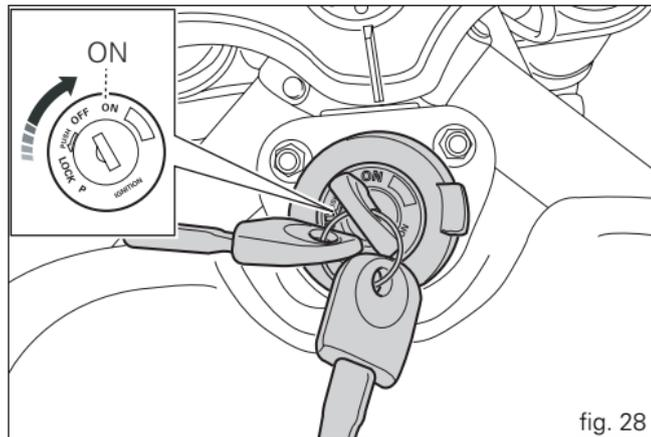

fig. 28
- 1) Spostare l'interruttore d'accensione sulla posizione ON (fig. 28). Verificare che la spia verde N e quella rossa  sul cruscotto risultino accese.